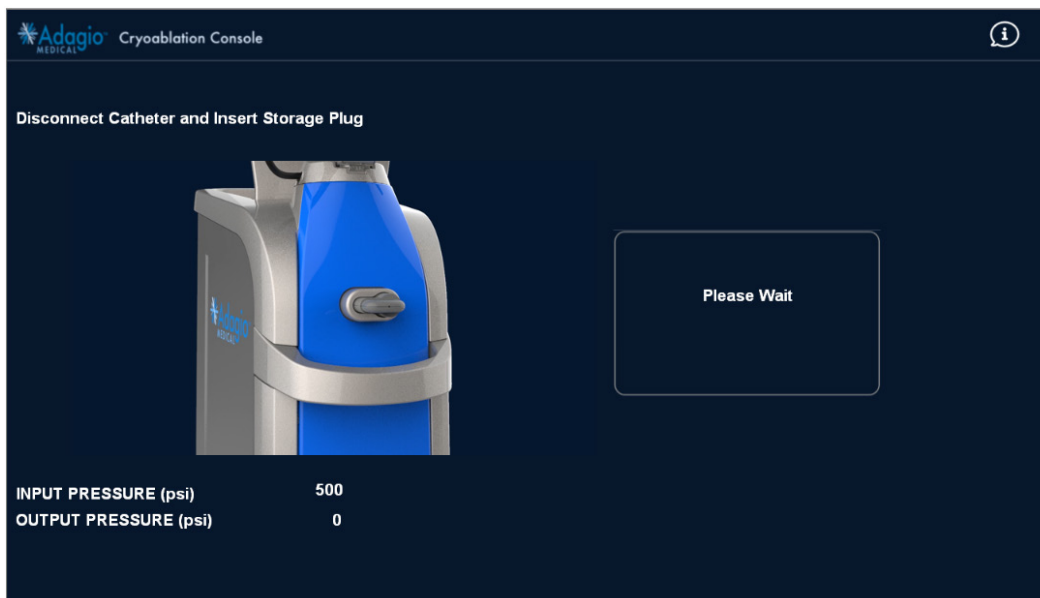
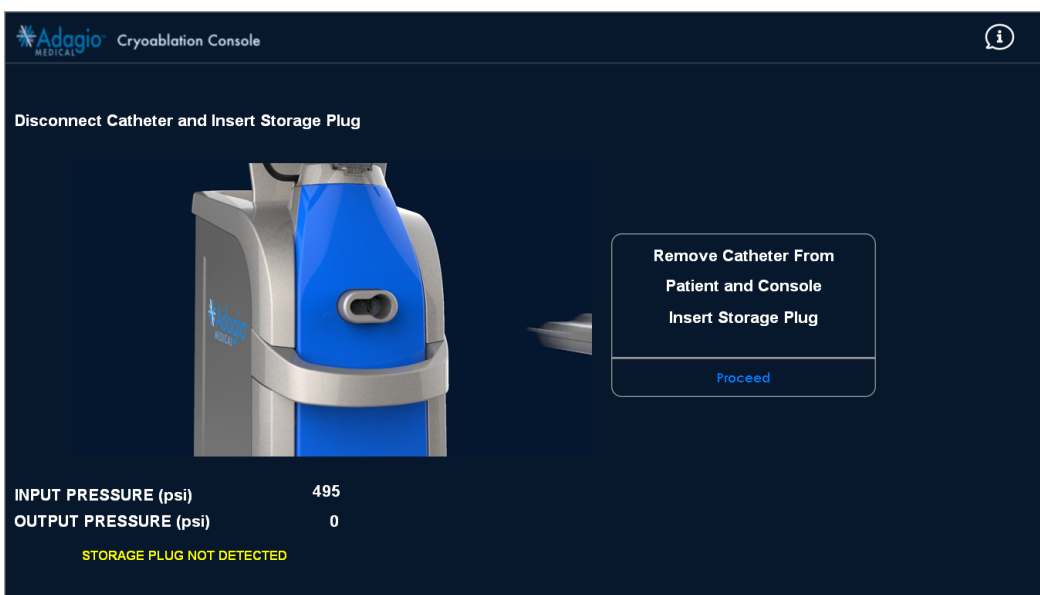

Abbildung 56 – Bildschirmanzeige: Trennen des Katheters von der Konsole
Abbildung 57 – Bildschirmanzeige: Trennen des Katheters von der Konsole und Einsetzen des Blindsteckers
3. Die Konsole macht den Katheter drucklos und entriegelt automatisch den Katheteranschluss (*Abbildung 56*). Der Katheter kann nun entfernt werden; dazu den Katheterstecker behutsam vom Anschluss abziehen. Den Katheter durch den Blindstecker ersetzen (falls alle Verfahren abgeschlossen sind), wie in *Abbildung 57* gezeigt.